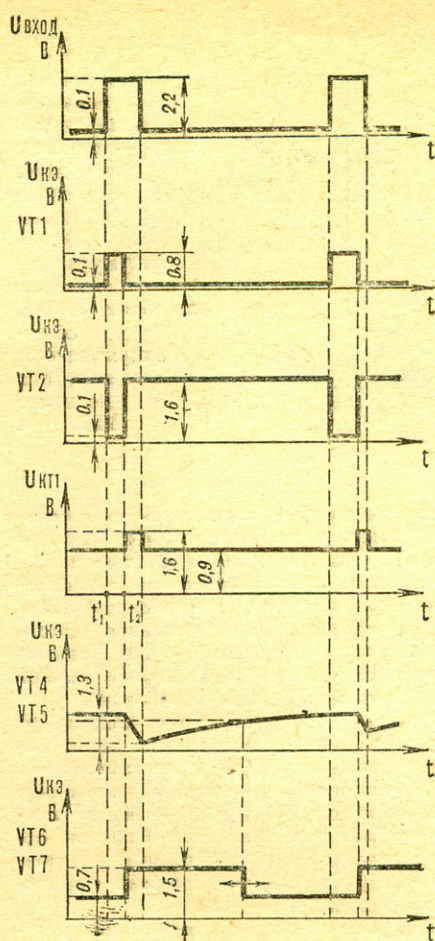

Рис. 11. Эпюры напряжений на входе и коллекторах транзисторов VT1, VT2, VT4 — VT7, а также в контрольной точке КТ1 усилителя управления рулевой машинкой.
са на коллекторе транзистора VT2 одновибратора зависит от положения движка потенциометра обратной связи R2, и если она равна длительности входного импульса, то напряжение в контрольной точке КТ1 постоянно. Если же импульс одновибратора будет короче, то в КТ1 появится короткий положительный скачок напряжения (рис. 11). Транзистор VT4 откроется, разряжая конденсатор C7, и, как только напряжение на нем окажется меньше 1,2 В, транзистор VT6 закроется, на базе транзистора VT8 появится положительное напряжение (около 1,5 В) и он, в свою очередь, откроет транзисторы мостовой схемы VT10, VT11. Электродвигатель начнет вращаться,
Следующий этап настройки начинается с подачи на вход усилителя сигнала с выхода (1) дешифратора приемника: на коллекторе транзистора VT2 появляется отрицательный импульс (рис. 11). Установив движок потенциометра R2 в среднее положение, резистором R5 подбираем длительность этого импульса, равную 1,5 мс. При перемещении движка на угол, соответствующий его повороту в рулевой машинке ($\pm 40 \dots 45^\circ$), эта величина должна изменяться от 1 до 2 мс. Если разность между крайними значениями длительностей больше 1 мс, необходимо уменьшить сопротивления резисторов R1 и R3, если больше — увеличить.
Далее следует проверить форму напряжения в точке сравнения двух импульсов (КТ1): она должна быть похожа на напряжение $V - KТ1$ (см. рис. 11). Появление «ступеньки» в момент времени $t_1 - t_2$ говорит о том, что необходимо изменить сопротивление резисторов R11 или R10.